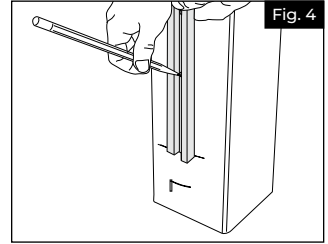

Fig. 4
a. Utiliser le support intermédiaire de barreaux comme gabarit contre le poteau en bois avec manchon pour déterminer l'emplacement des trous pour les deux poteaux dans la portée du câble (Fig. 3). Centrer le support entre les marques pour la main courante et la traverse inférieure ou la patte d'appui intermédiaire de barreaux pour assurer un espacement égal entre le premier trou et la main courante et entre le dernier trou et la traverse inférieure. Faire une marque sur le support intermédiaire de barreaux à l'endroit où il s'alignera sur la traverse inférieure ou la patte d'appui intermédiaire de barreaux et sur les marques de la main courante. Couper le support intermédiaire de barreaux. Marquer au crayon l'emplacement des trous pour le parcours des câbles sur le poteau en utilisant le support comme gabarit (Fig. 4). Le système de câbles est conçu pour que l'espace entre les parcours de câbles soit de 3,1 po (78,7 mm) c/c.